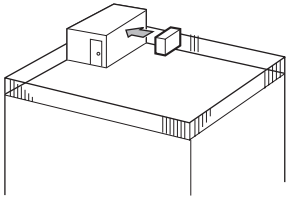

Fig. 2-2
- ① Coloque la salida de aire de frente a la pared más próxima a una distancia de unos 50 cm de ella. (Fig. 2-2)